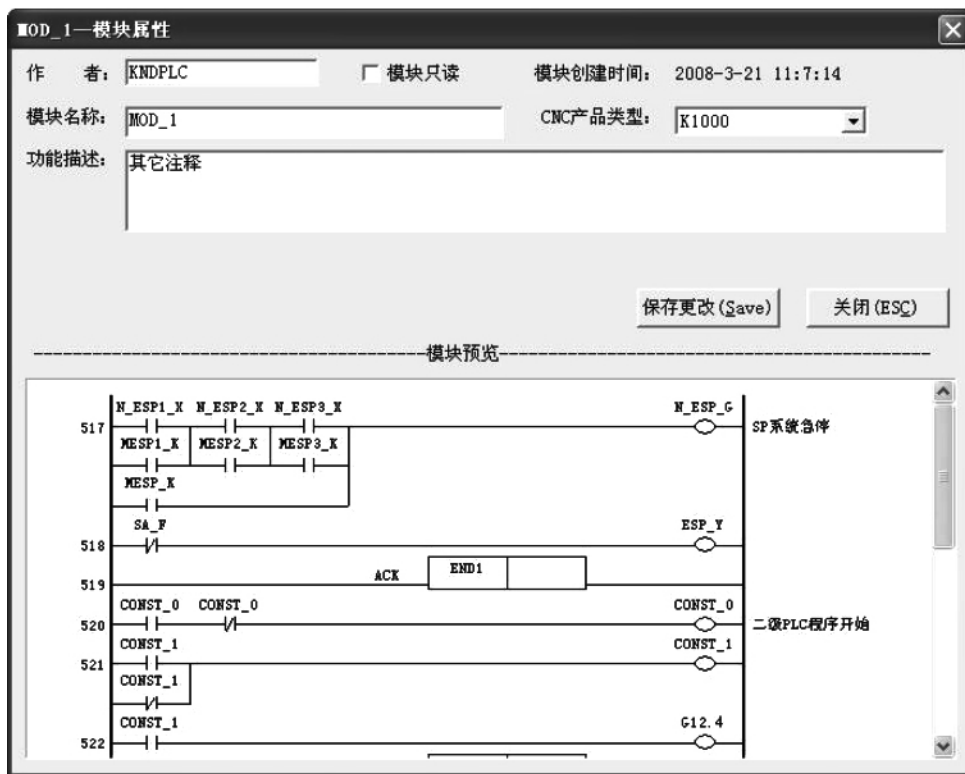

图 4.54 模块属性对话框的界面示例
②模块属性对话框的界面示例，如图 4.54 所示，下方是模块数据预览区。